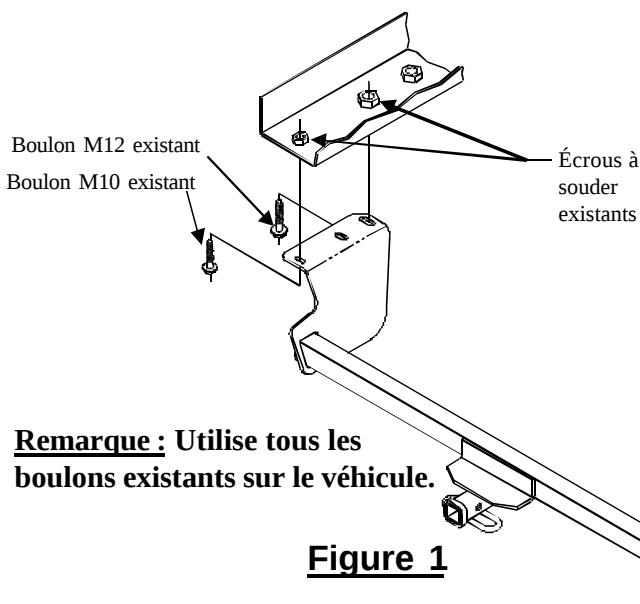

Figure 1
4. Soulever l'attelage en position comme illustré à la figure 1 et le fixer à l'aide des boulons existants enlevés à l'étape 2. Serrer à la main pour l'instant.